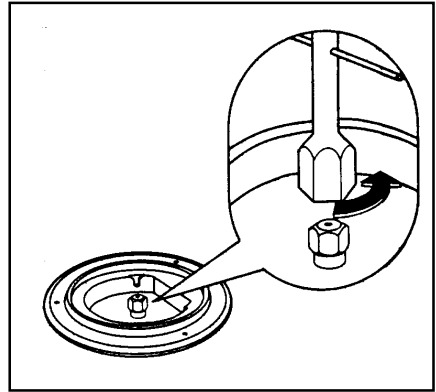

Рис. 5
- С помощью торцевого ключа 7 отвинтите инжекторы (рис. 5) и замените их соответствующими типу используемого газа (см. табл. 2: Инжекторы).